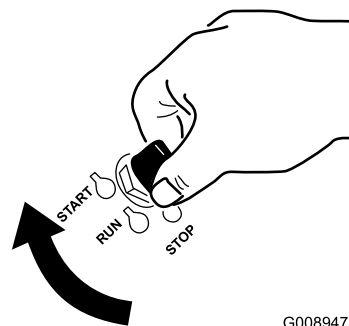

Figura 15
1. Girate la chiave di accensione in posizione di avvio (Figura 15). Rilasciatela quando il motore si accende.
6. Girate la chiave di accensione in posizione di avvio (Figura 15). Rilasciatela quando il motore si accende.